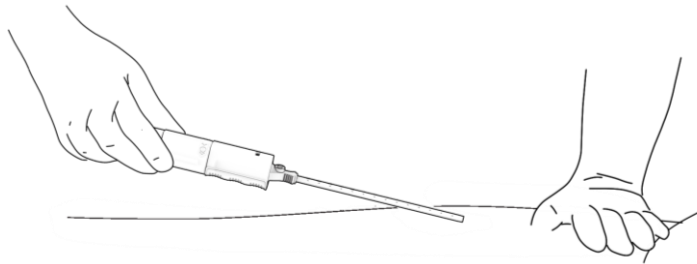

Bild 17. Avlägsnande av den expanderade anordningen.
- c. Dra varsamt tillbaka administreringssystemet från vävnadskanalen. Bild 17.